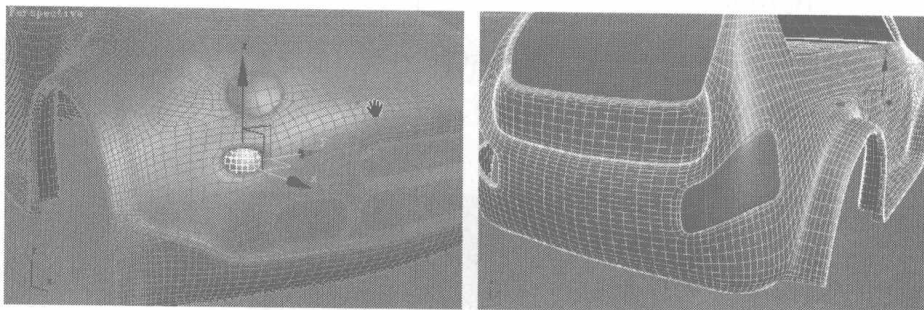

图 7.163
- 12** 用相同的方法，制作出另外两个车灯，如图 7.163 所示。选择车身模型，单击 **Attach** 按钮，然后分别选择三个车灯，将它们合并成一个模型。